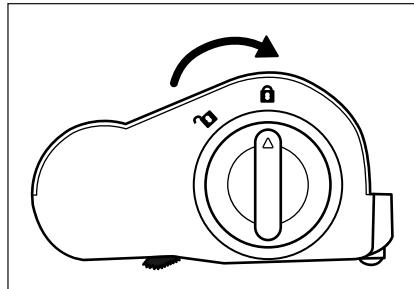

Fig. 29
- 5) Inserte el rodillo de cepillos 20 en el cepillo para suelos 21 y gire el desencastre del rodillo de cepillos 19 hacia el símbolo  (cerrar) (consulte la fig. 29).